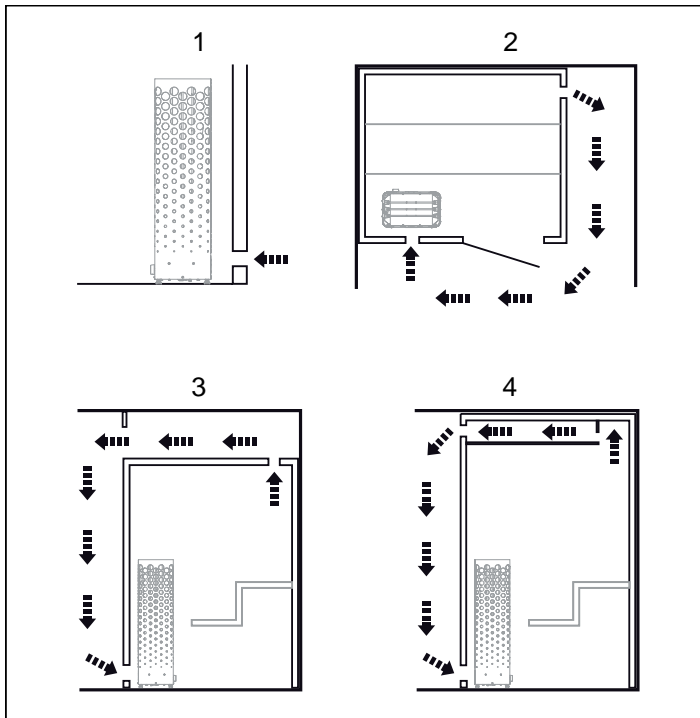

Rys. 5: Umiejscowienie pieca do sauny – montaż we wnęce
- Zaplanować umiejscowienie czujnika (patrz rys. 3, strona 32 oraz rys. 5, strona 32).
- Na tej samej ścianie, co drzwi (wyłącznie w wyjątkowych przypadkach na ścianie bocznej, lecz w bardzo niewielkiej odległości od drzwi). Piec można również umieścić we wnęce (patrz rys. 5).
1. Piec należy umieścić w bezpiecznej odległości od podłogi, ścian bocznych i elementów wyposażenia (patrz rys. 5).
2. Czujnik należy umieścić jak na rysunku (patrz rys. 5).